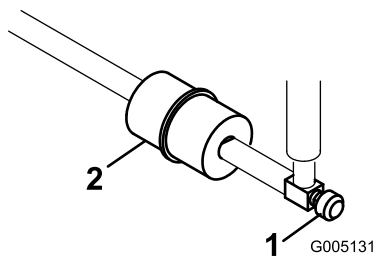

Figure 42
Le filtre à carburant en ligne se trouve dans la conduite d'alimentation, entre le réservoir de carburant et le carburateur (Figure 42).
1. Fermez le robinet d'arrivée de carburant (Figure 42).
2. Placez un bac de vidange sous le filtre, desserrez le collier sur le côté carburateur du filtre, et débranchez la conduite de carburant du filtre (Figure 42).
3. Desserrez l'autre collier et déposez le filtre (Figure 42).